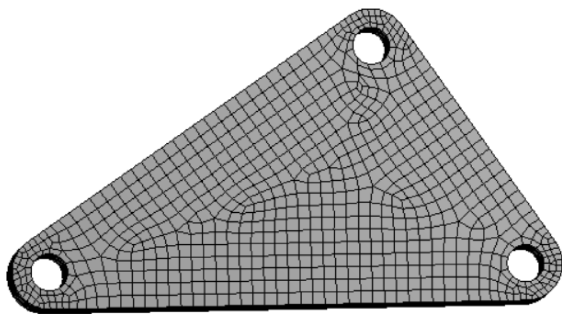

图 12-92 网格划分
(1) 在导航树里单击【Mesh】→【Details of “Mesh”】→【Defaults】→【Sizing】→【Size Function】= Proximity and Curvature, 【Relevance Center】= Medium, 其他默认。
(2) 生成网格：右键单击【Mesh】→【Generate Mesh】，图形区域显示程序生成的网格模型，如图 12-92 所示。